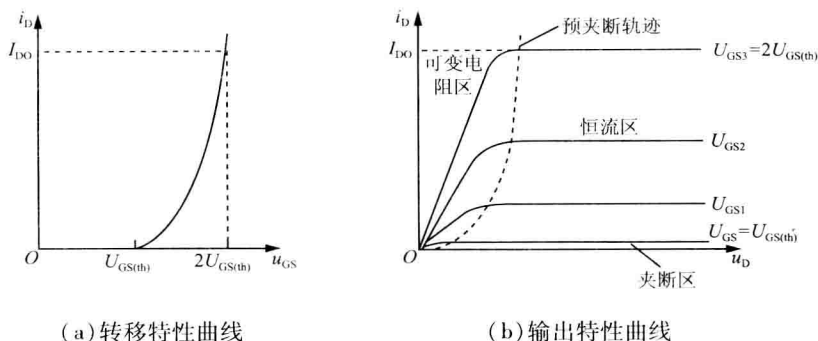

图 1.6 绝缘栅型场效应管的特性曲线
(1) 特性曲线: 与结型场效应管一样, MOS 管也有可变电阻区、恒流区和夹断区三个工作区域, 如图 1.6 所示。